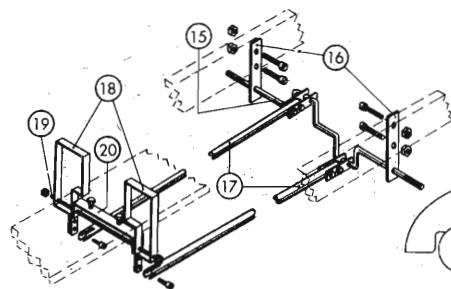

Fig. 146. Il comando a pedali.
Movimento a pedali (fig. 146): I due pedali (18) si muovono sull'alberino (19) (ferro tondo $\varnothing 10$ mm) che è fissato nel cavallotto (20) (ferro piatto 3×30 mm) a sua volta avvitato al porta-assale (5). Il movimento alternativo dei pedali è trasmesso all'asse posteriore da due bielle (17) (tubi d'acciaio 15 mm). Attraverso fessure di larghezza 7 mm, praticate vicino alle estremità anteriori delle bielle, passano le coppiglie o bulloncini (5 mm) che le fissano mobilmente ai pedali. Le estremità posteriori delle bielle portano ciascuna due prolungamenti di ferro piatto 3×30 mm, muniti di fori $\varnothing 12$ mm con i quali sono infilati sull'asse posteriore, ed avvitati insieme alle bielle con due bulloncini passanti (5 mm) per parte.